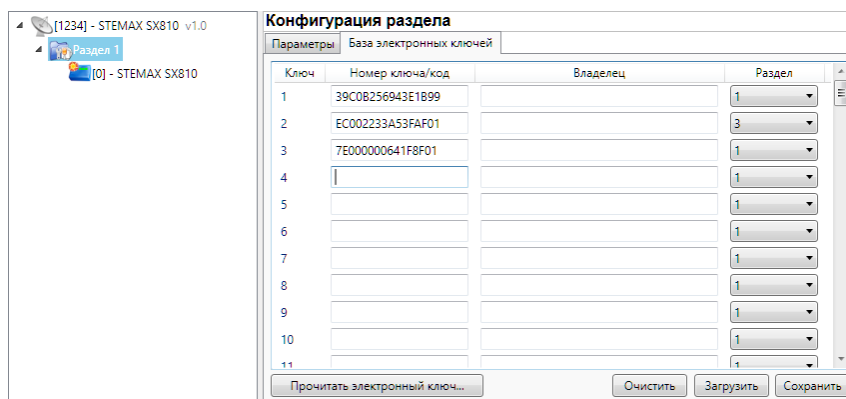

Рис. 4.5. Вкладка *База электронных ключей*
1. Перейдите на вкладку *База электронных ключей* (рис. 4.5).